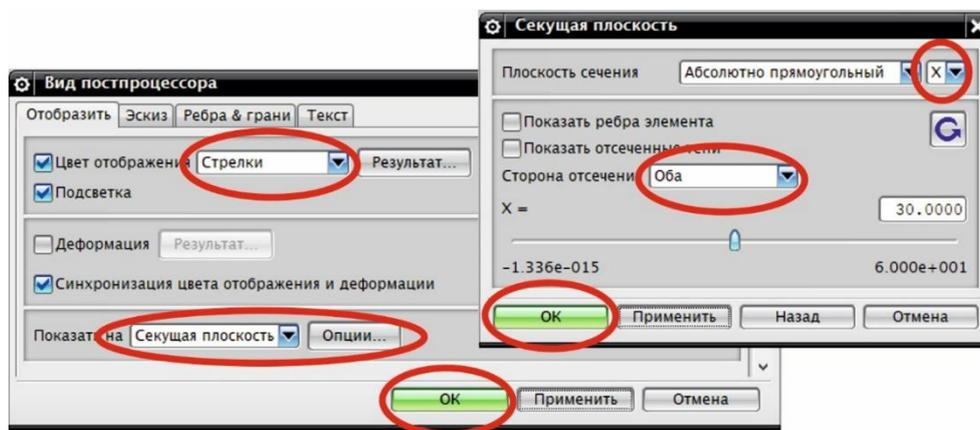
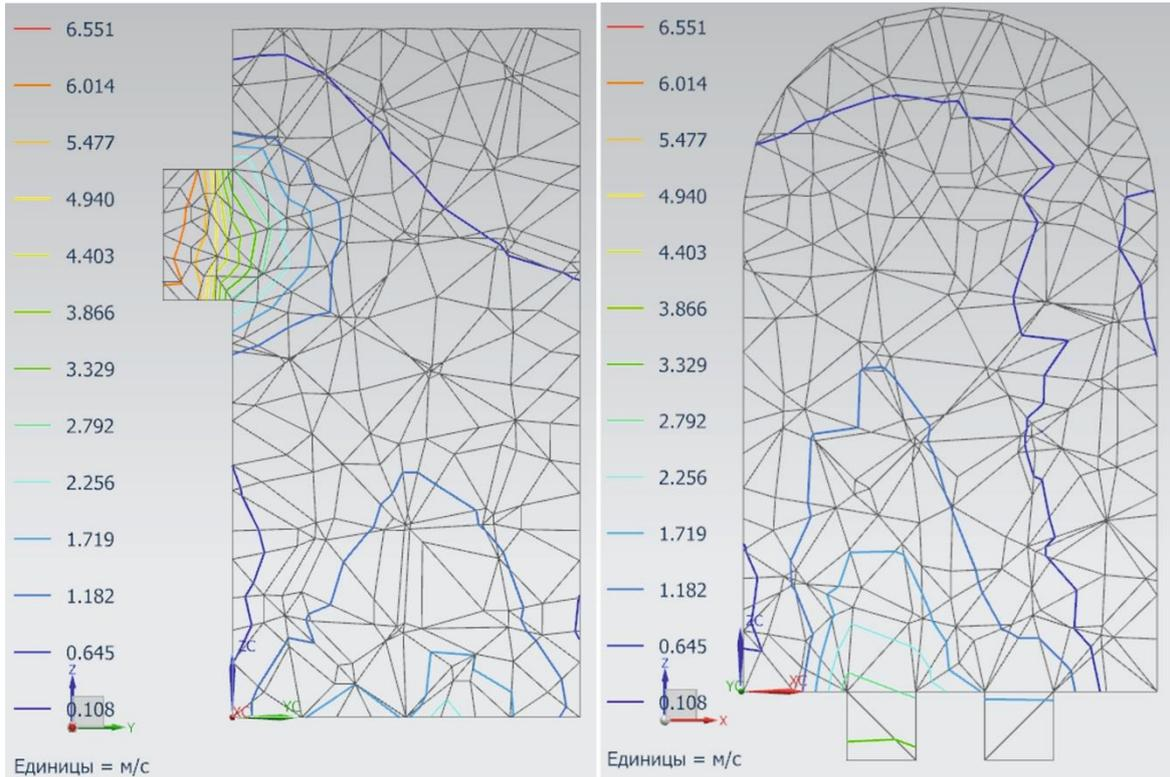

Рис. 1.17. Настройка отображения скоростей стрелками в плоскости
Рис. 1.20. Контурные поля скорости в средних сечениях камеры
16. Для отображения векторных полей скорости в средних сечениях камеры выполните следующие действия. В окне «**Вид постпроцессора**» поменяйте пункт «**Сглаживание**» на «**Стрелки**». В окне «**Секущая плоскость**» выберите нужную ориентацию плоскости и установите Сторону отсечения – «**Оба**», чтобы получить вид только самой плоскости. Закройте окна кнопками «**Ок**» (рис. 1.17).
17. Для отображения контурных полей скорости в средних сечениях камеры выполните следующие действия. В окне «**Вид постпроцессора**» поменяйте пункт «**Стрелки**» на «**ISO-линия**» (рис. 1.17). В окне «**Секущая плоскость**» выберите нужную ориентацию плоскости и установите Сторону отсечения – «**Оба**». Закройте окна кнопками «**Ок**». Прделайте операции для обоих средних сечений камеры. Результат показан на рис. 1.20.